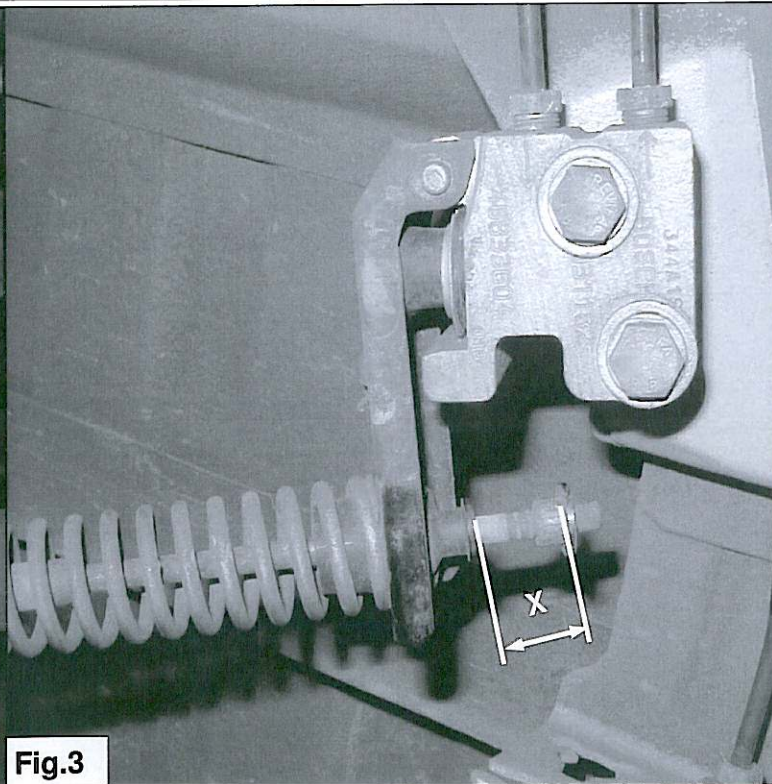

Fig.3
1. Antes de efectuar el montaje, se debe medir el valor X. Véase la fig. 3.
4. Sume dos mm al valor X antes medido y ajuste el nuevo valor X a +/- 0,2 mm. Véase la fig. 3. El ajuste se realiza mediante la corredera 2.